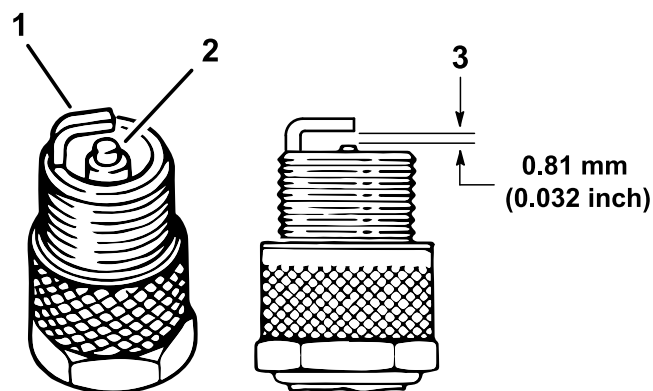

Figure 38
4. Vérifiez l'état des électrodes latérale et centrale, ainsi que de l'isolateur de l'électrode centrale (Figure 38).
5. Réglez l'écartement entre les électrodes centrale et latérale à 0,81 mm, comme montré à la Figure 38.